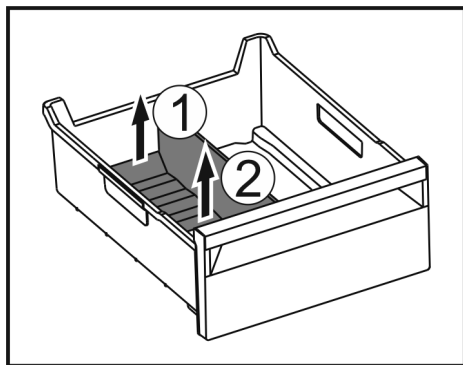

Fig. 114
- ▶ Løft den bageste del af frostrumsadskilleren. Fig. 114 (1)
- ▶ Tag frostrumsadskilleren op og ud. Fig. 114 (2)